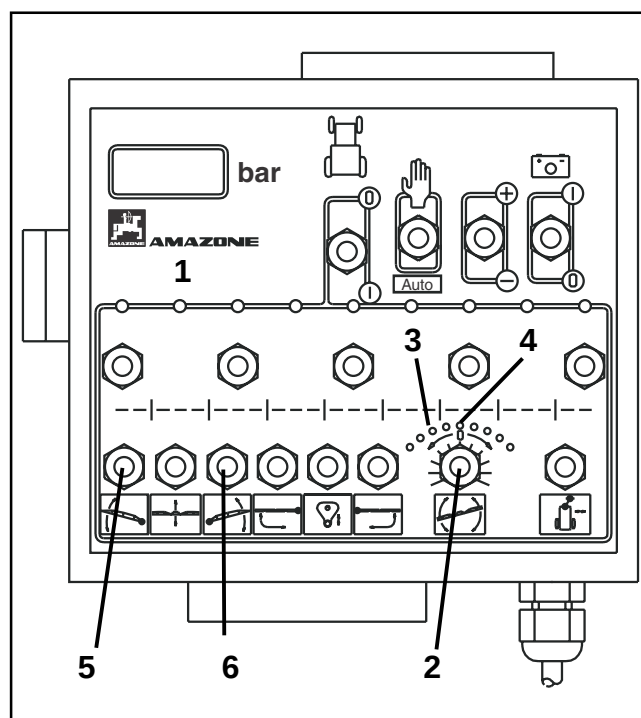

Fig. 8.34
- Bommen indstilles parallelt ind mod sprøjterammen ved at aktivere tasten (fig. 8.34/2).